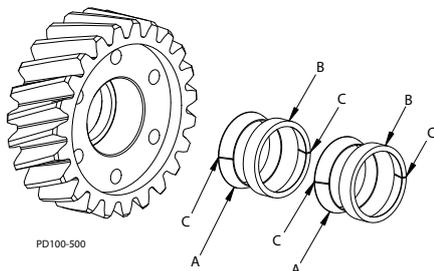
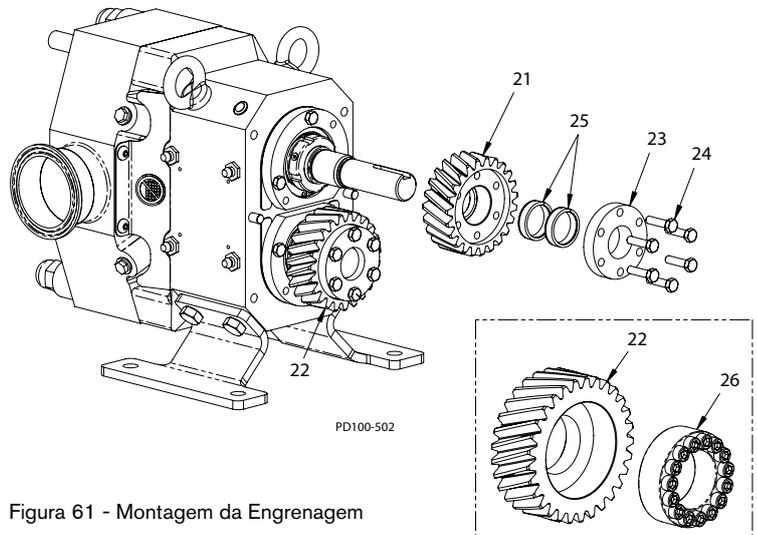

Figura 60 - Montagem do Elemento de Bloqueio
Figura 61 - Montagem da Engrenagem
2. Monte a engrenagem (Figura 61, item 22) e os componentes de bloqueio sobre o eixo intermediário.
- Para os modelos 0040 - 0300, isto refere-se aos elementos de bloqueio (Figura 61, item 25), anex de fixação (item 23) e parafusos (item 24).
- Para os modelos 0670 - 2290, isto refere-se à unidade de bloqueio (Figura 61, item 26 (engaste)).
3. Os elementos de bloqueio (Figura 61, item 25, detalhados em Figura 60) consistem de um anel interno de fenda e um anel externo de fenda. Para o desempenho apropriado, os elementos devem ser montados na seguinte ordem: anel interno (A), anel externo (B), anel interno (A), anel externo (B); com as fendas nos anéis (item C) escalonadas com separação de 180° como apresentado em Figura 60.
8. Monte a engrenagem (Figura 61, item 21) e os componentes de bloqueio sobre o eixo da unidade.